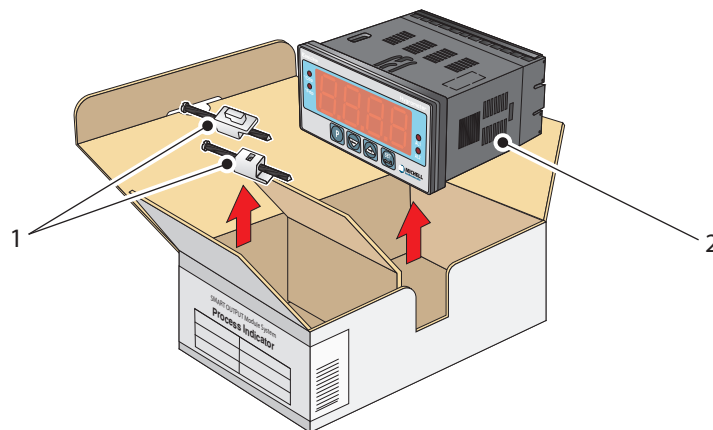

Figure 4 Indicateur de processus
L'indicateur de processus (2) est emballé, avec ses brides de fixation (1) comme indiqué dans *figure 4*.